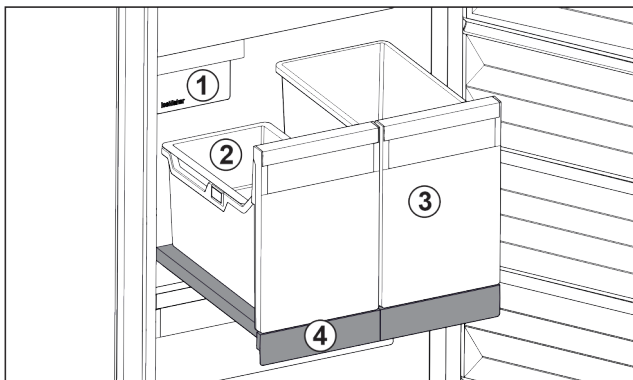

Fig. 24 Vyťahovacia polička s IceTower
- (1) IceMaker
- (2) Závašná miska na kocky ľadu
- (3) Nádoba napríklad na pizzu, alkoholické nápoje
- (4) Vyťahovacia polička
Na vyťahovacej poličke sú dve vysoké nádoby (IceTower). V nádobe Fig. 24 (2) sa hromadia a skladujú kocky ľadu z IceMaker. Nádoba Fig. 24 (3) sa hodí na skladovanie vysokých potravín, ako sú pizze alebo alkoholické nápoje.